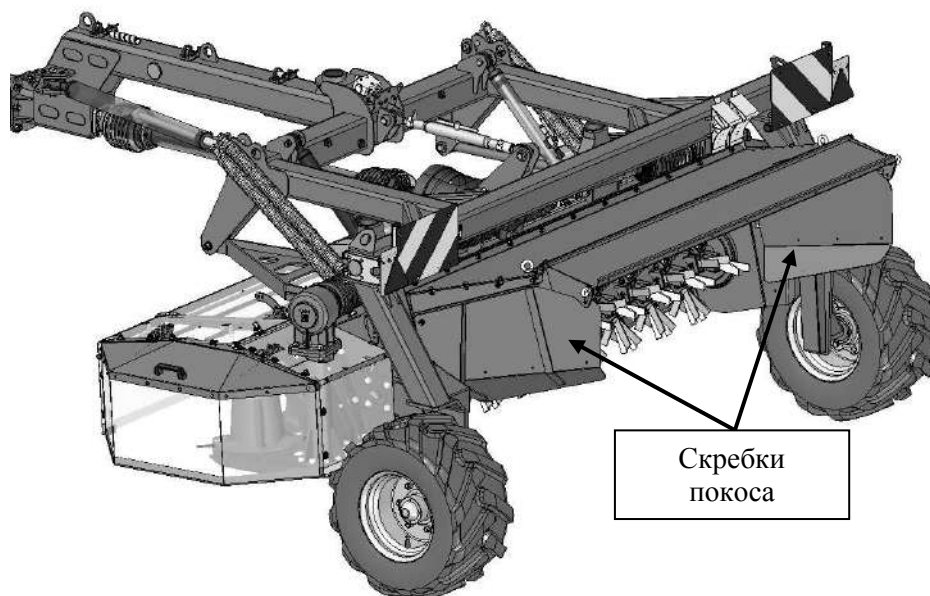

Рис. 15. Скребки покоса
- установить требуемую ширину покоса отклоняя скребки (**Рис. 15**) под соответствующим углом,